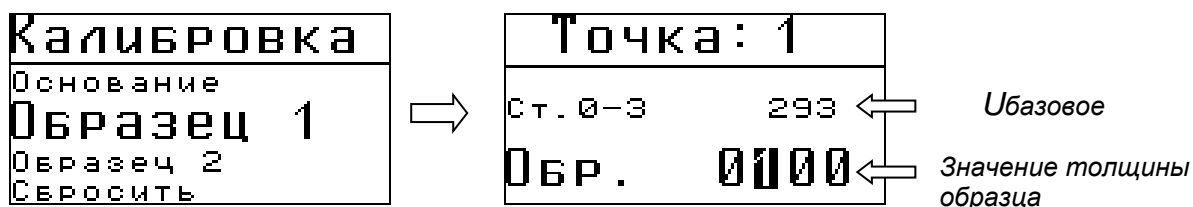

Рис.2-7 Калибровка на первом образце
**Шаг 3.** Выберите кнопками  пункт **ОБРАЗЕЦ 1** и нажмите кнопку . (рис.2-7)